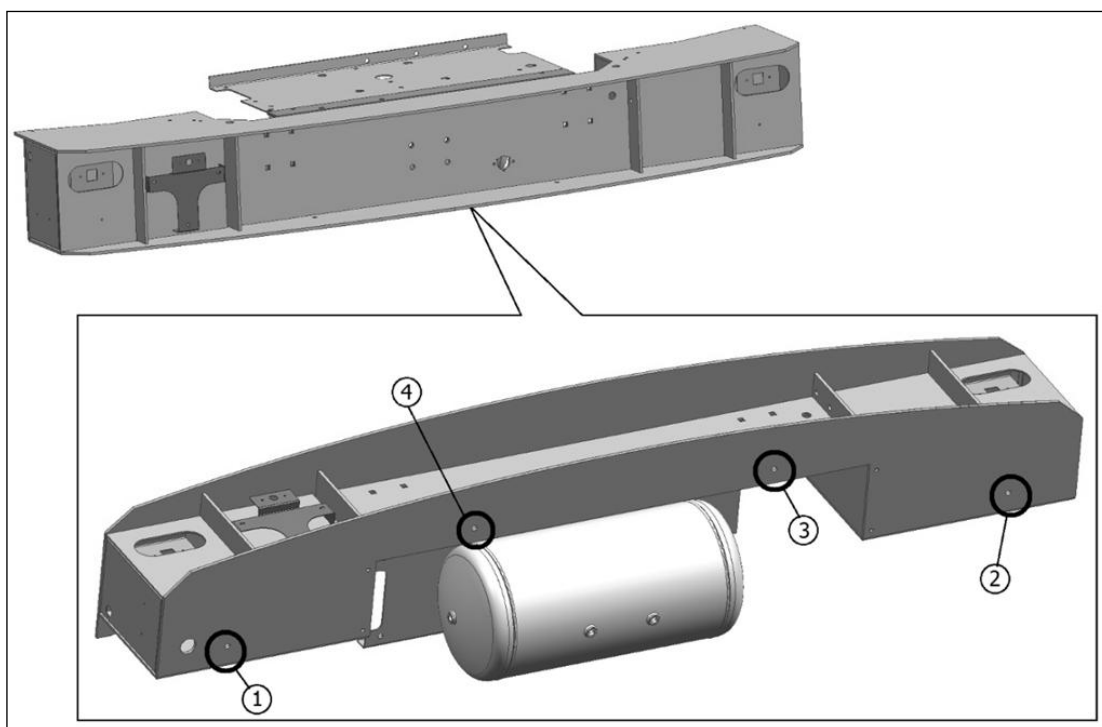
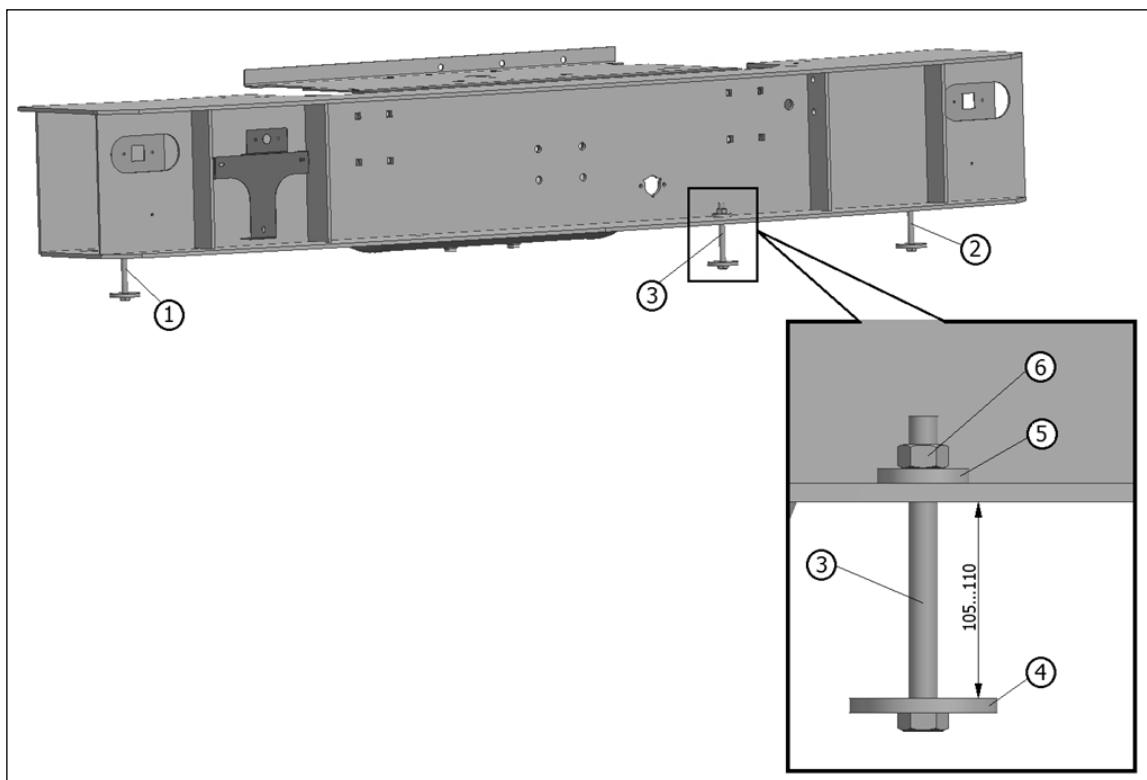
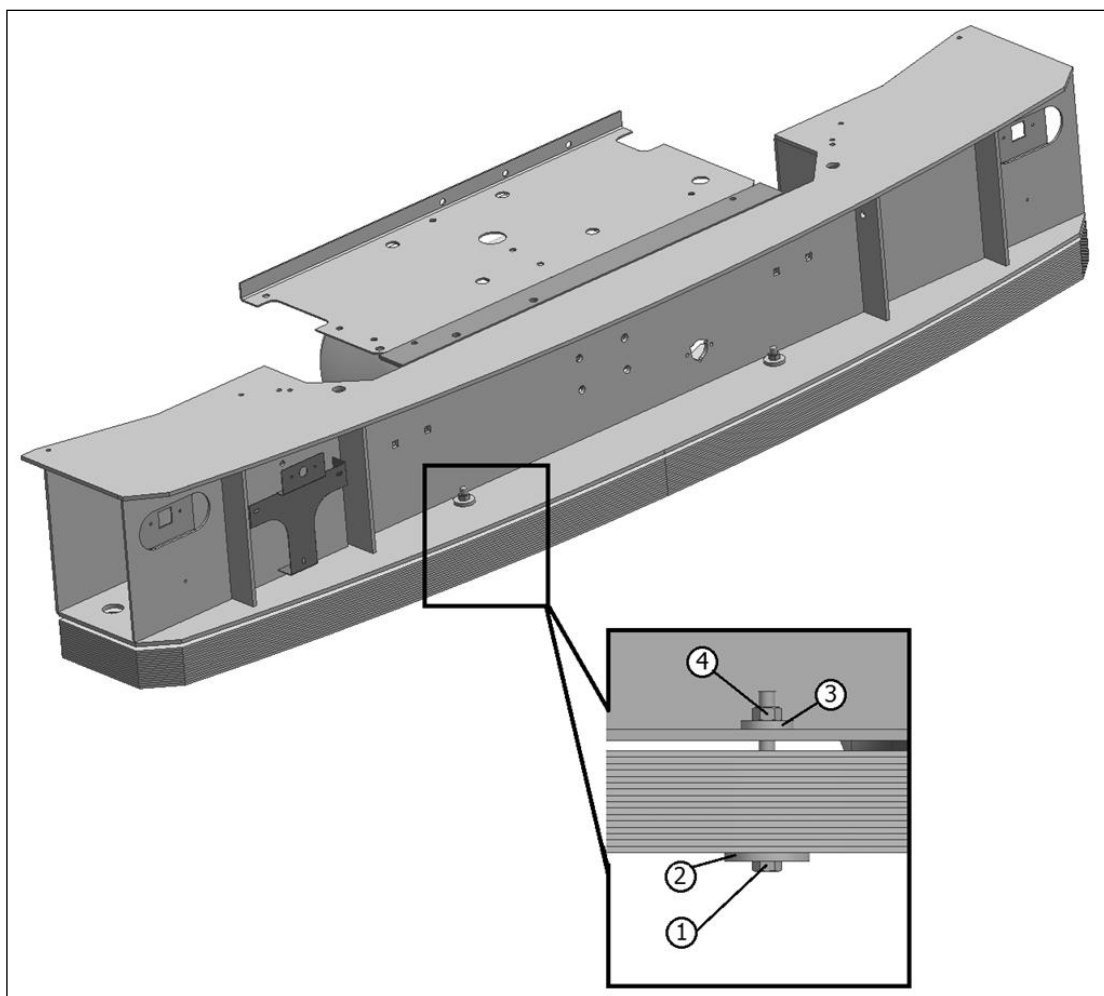

Рисунок 5.6
Рисунок 5.10
Рисунок 5.13
1) На нижней пластине заднего бампера комбайнов, начиная с 2017 года выпуска, имеются четыре отверстия диаметром 17 мм (рисунок 5.6);
5) В отверстия 1, 2 и 3 на нижней пластине заднего бампера комбайна (рисунок 5.6) установить болты (болты М16х160) 1-3 (рисунок 5.10). Болты должны быть установлены головкой вниз. На болт одевается большая (диаметр шайбы 80 мм) шайба 4 (рисунок 5.10). Под гайку 6 подкладывается малая (диаметр шайбы 50 мм) шайба 5 (рисунок 5.10). Гайка 6 накручивается на болт так, чтобы расстояние между бампером и большой шайбой было 105-110 мм (рисунок 5.10);
6) На шайбы 4 (рисунок 5.10) положить лист противовеса 1, так чтобы болты 3 проходили в пазы 2 (рисунок 5.11);
9) В отверстие в листах противовеса 4 (рисунок 5.8) установить болт М16х160 (рисунок 5.13), болт должен пройти в отверстие 4 в бампере комбайна (рисунок 5.6). Болт 1 установить с шайбами 2, 3 и гайкой 4 (рисунок 5.13);